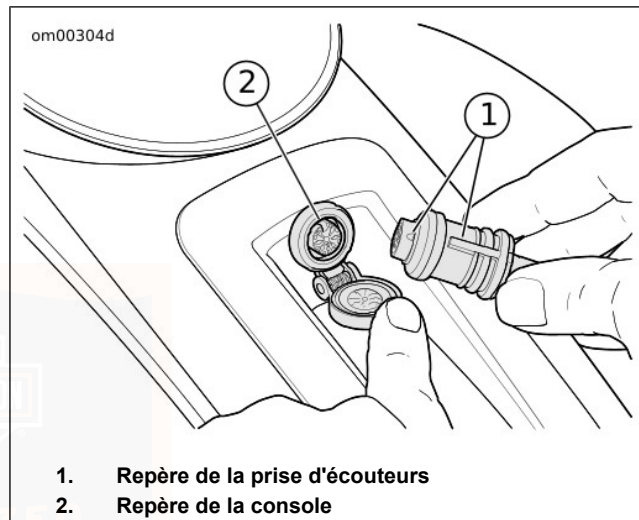
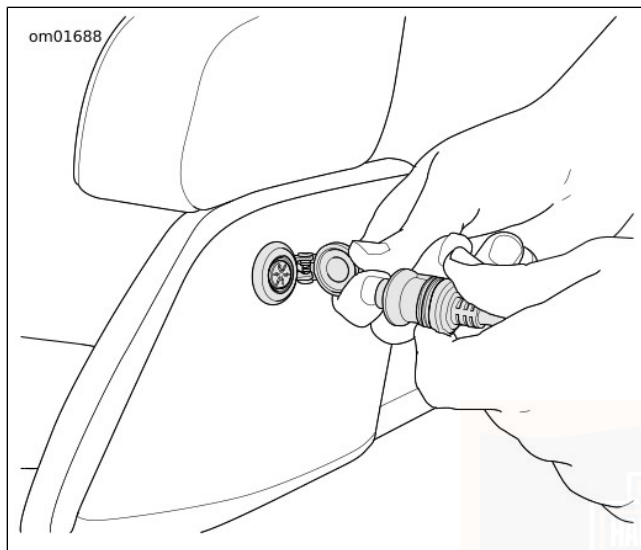

Figure 36. Connecteur pour écouteurs conducteur (ty-pique)
Figure 37. Connecteur pour écouteurs passager
Voir Figure 36 et Figure 37. Certains véhicules sont équipés d'un connecteur pour écouteurs conducteur sur le panneau du réservoir de carburant et d'un connecteur pour écouteurs passager sur l'enceinte de haut-parleur gauche. Les écouteurs sont utilisés pour la radio bande publique (CB), l'intercom, la reconnaissance vocale et d'autres fonctions sur les modèles qui en sont équipés.